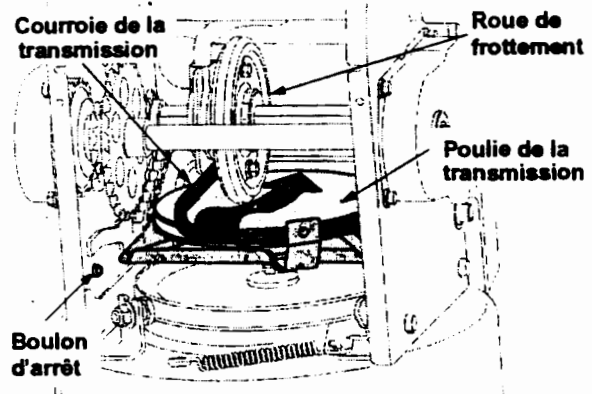

Figure 21
6. Dévissez le boulon d'arrêt pour créer un espace suffisant entre le disque de la roue de frottement et la poulie de la transmission. Dégagez la courroie de la poulie de la transmission ainsi que du disque de la roue de frottement. Voir la Figure 21.
- Embraiez la commande de traction, vérifiez si la roue de frottement touche la plaque d'entraînement. Voir la Figure 21. Sinon, faites l'ajustement suivant: